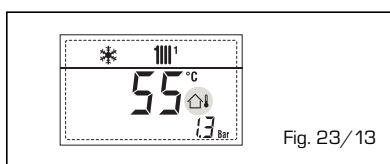

Fig. 23/13
- **INTERVENTO TERMOSTATO SICUREZZA PRIMA ZONA MISCELATA "ALL 20" (fig. 23/14)**